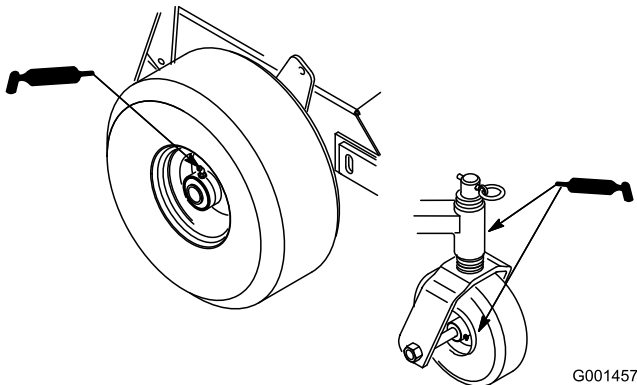

Figura 16
1. Lubrique los cojinetes de las ruedas delanteras y los ejes delanteros (Figura 16).